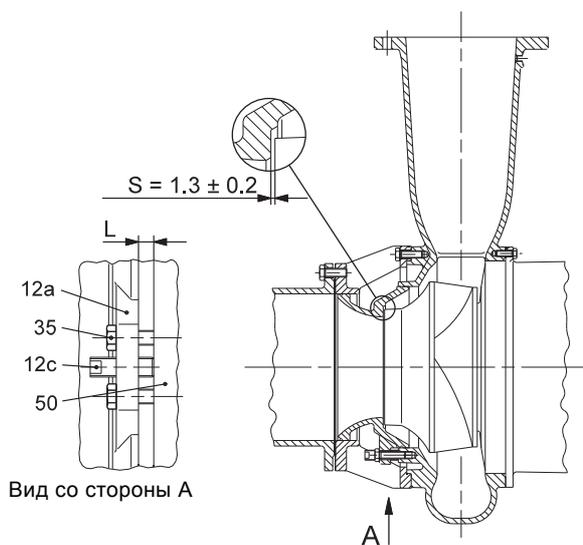

Рис. 17 Зазор рабочего колеса, типы монтажа D и H, метод 1
У насосов этого типа имеются резьбовые отверстия для крепёжных винтов (35) крышки на входе (12а) в корпусе насоса (50), см. рис. 17. Установите зазор рабочего колеса (49) следующим образом:
1. Ослабить три регулировочных винта (12с) и закрыть зазор рабочего колеса "S", затягивая шесть крепёжных винтов (35) по диагонали, чтобы крышка сдвигалась равномерно.